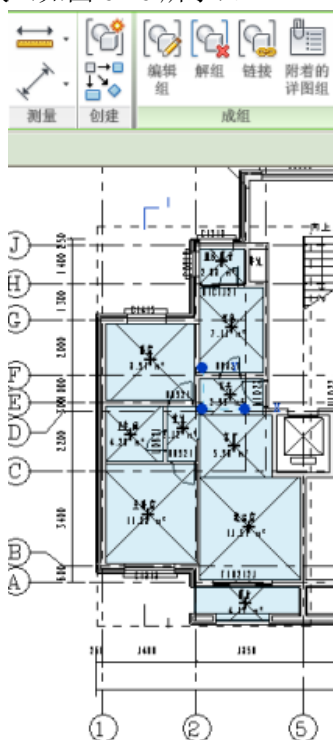

图 6-16
- 15) 在首层选择模型组“户型 A”，单击“修改 模型组”选项卡>“成组”面板下“编辑组”命令，选择本组中的生活楼板（如图 6-16 所示）。